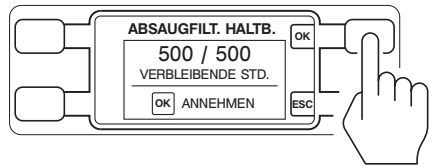

Abbildung 7 – Betriebsstundenwert bestätigen
6. Die Anzeigetaste (OK) drücken, um die Änderung anzunehmen. Die Anzeigetaste (ESC) drücken, um die Änderung abzubrechen (Abbildung 7).